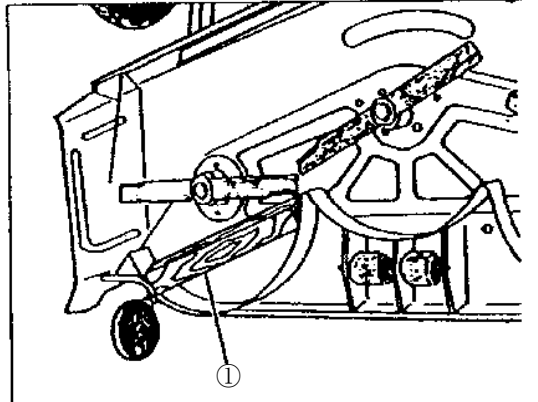

Figure 34
- 11. Secure the blade to prevent it from turning, using a piece of wood as a wedge ① between one blade and mower while loosening or tightening the mounting bolt blade, Figure 34.
- 11. Lors du desserrage ou du serrage du boulon de fixation d'une lame, coincer un morceau de bois entre la lame et le carter pour empêcher la lame de tourner, Figure 34.